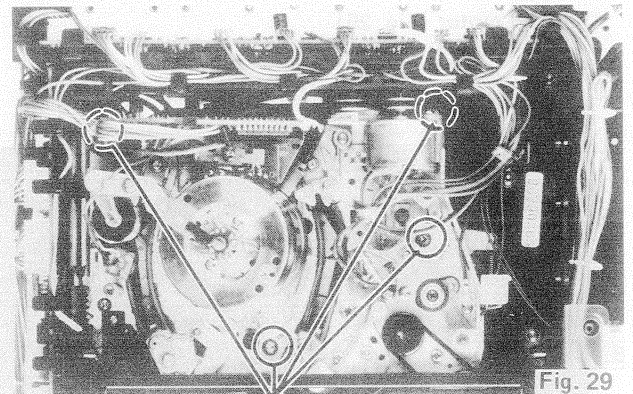

Fig. 29
14. Sub. chassis. (Fig. 29, 30)